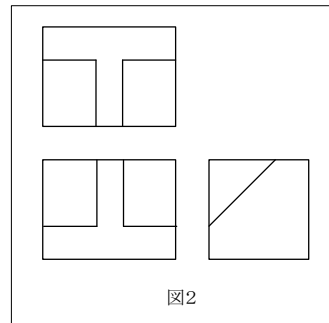

図2
2. 図2の三角法でかいた投影図をキャビネット図と等角投影図でかきなさい。外形寸法は幅50mm、奥行き40mm、高さ40mmであるとする。